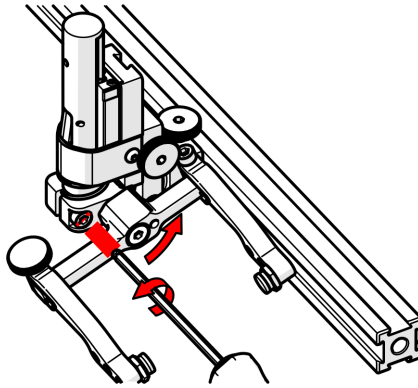

Abbildung 2-81 Lockern der 3 mm-Schraube
2. Lösen Sie mit dem mitgelieferten 3-mm-Sechskantschlüssel die Quereinstellschraube und drehen Sie den Bügel um die vertikale Welle, um den gewünschten Winkel einzustellen (siehe Abbildung 2-81 auf Seite 103).